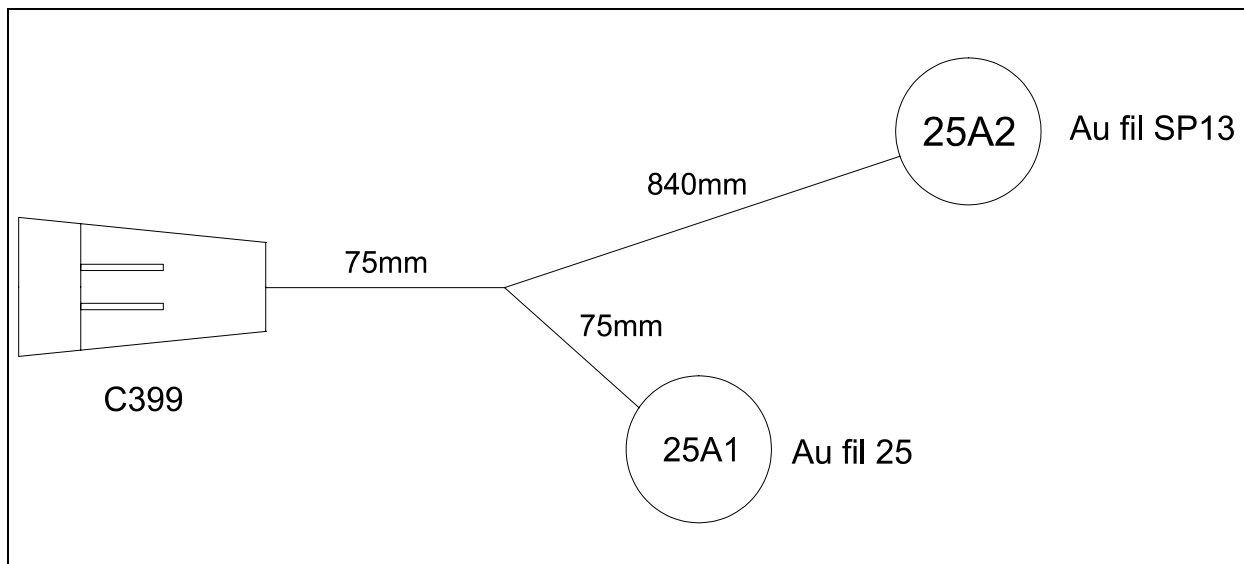

FIGURE 18 : INSTALLATION DU FAISCEAU DE CÂBLES #065151 DANS LE COMPARTIMENT MOTEUR
15. Connecter le fil 25A1 du faisceau #065151 au fil 25 existant (venant de l'installation précédente). Se référer à la figure 18.
14. Connecter le fil 25A1 du faisceau #065151 au fil 25 existant (venant de l'installation précédente). Se référer à la figure 18.